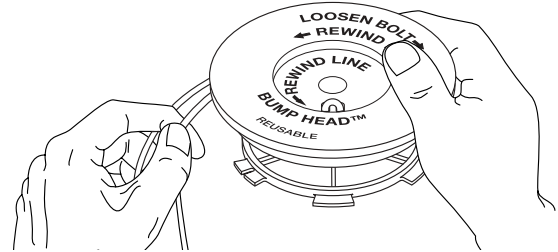

Figure 32
- Enroulez les fils en couches uniformes serrées sur le moulinet (Fig. 32). Enroulez le fil dans le sens indiqué sur le moulinet intérieur. Placez votre index entre les deux fils pour les empêcher de se superposer. Ne superposez pas les extrémités du fil. Passez à l'étape 11.